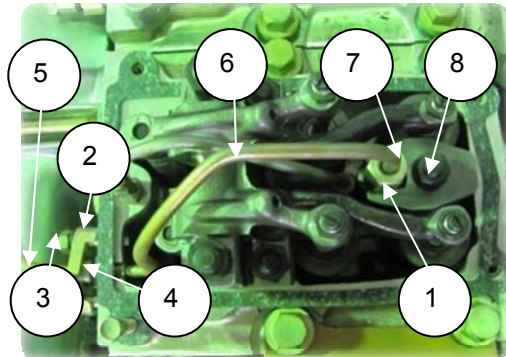

Рис.2.29.2
1. Отвернуть накладные гайки (1) трубок от штуцеров форсунок (S22) (рис. 2.29.2);
2. Отсоединить колодку крепления трубки (2), отвернув болт М6 (3) (рис. 2.29.2);
3. Отсоединить уплотнитель (4), отвернув гайку специальную и гайку М8 (рис. 2.29.2);
4. Снять трубки секций ТНВД (5) и трубки топливные (6) (рис. 2.29.2);
5. Снять скобу крепления форсунки (7), отвернув гайку М10 (8) (S=14) (рис. 2.29.2);